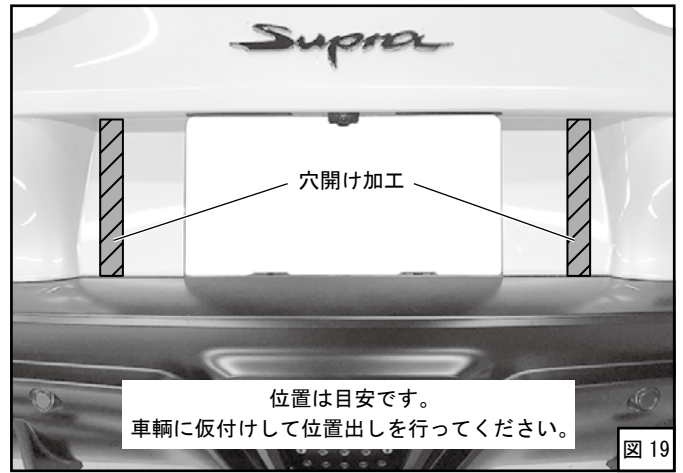
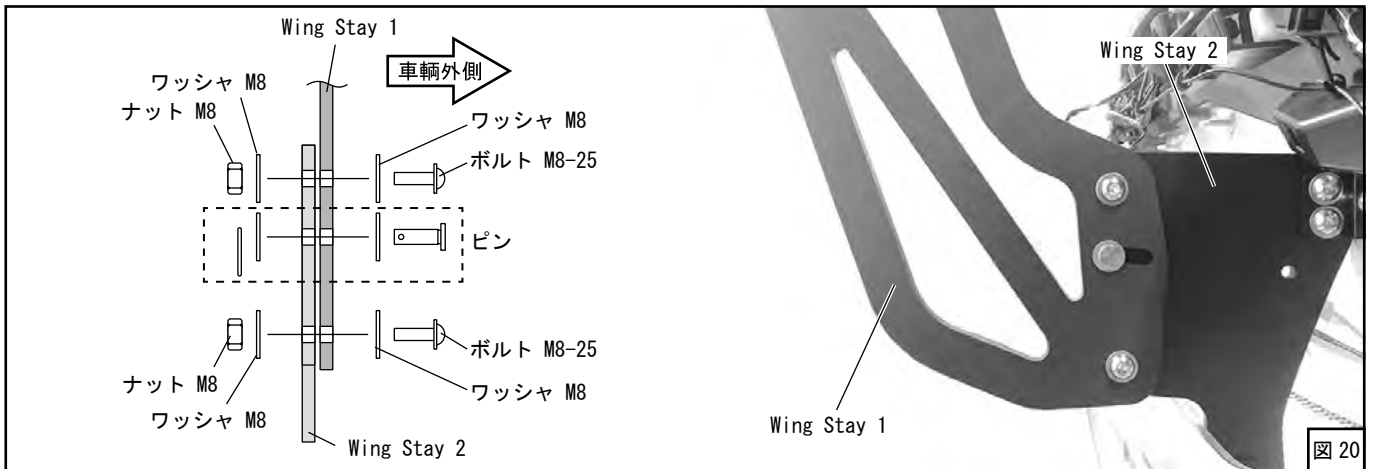

図 19
図 20
(15) 支柱幅出しゲージを取外してください。
(16) [Wing Stay 2] が通るようにリアバンパ ASSY に穴開け加工してください。(図 19)
(17) リアバンパ ASSY、ナンバープレートを元のように取付けてください。
(18) 穴開け加工に失敗した等、必要な場合にはリアバンパ ASSY に [Rear Bumper Cover] を M4 タッピングビスを使用して取付けてください。
(19) [Wing Stay 1] を取付けてください。(図 20)